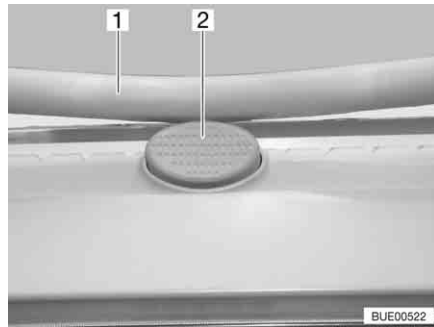

Bild 90 Låsknapp på Heki-takluckan
- Tryck på låsknappen (Bild 90,2) och dra ner bygel (Bild 90,1) med båda händerna.
- Tryck bygel uppåt med båda händerna tills bygel ligger ovanför låsknappen (Bild 90,2).
- Tryck på låsknappen (Bild 90,2) och dra ner bygeln (Bild 90,1) med båda händerna.